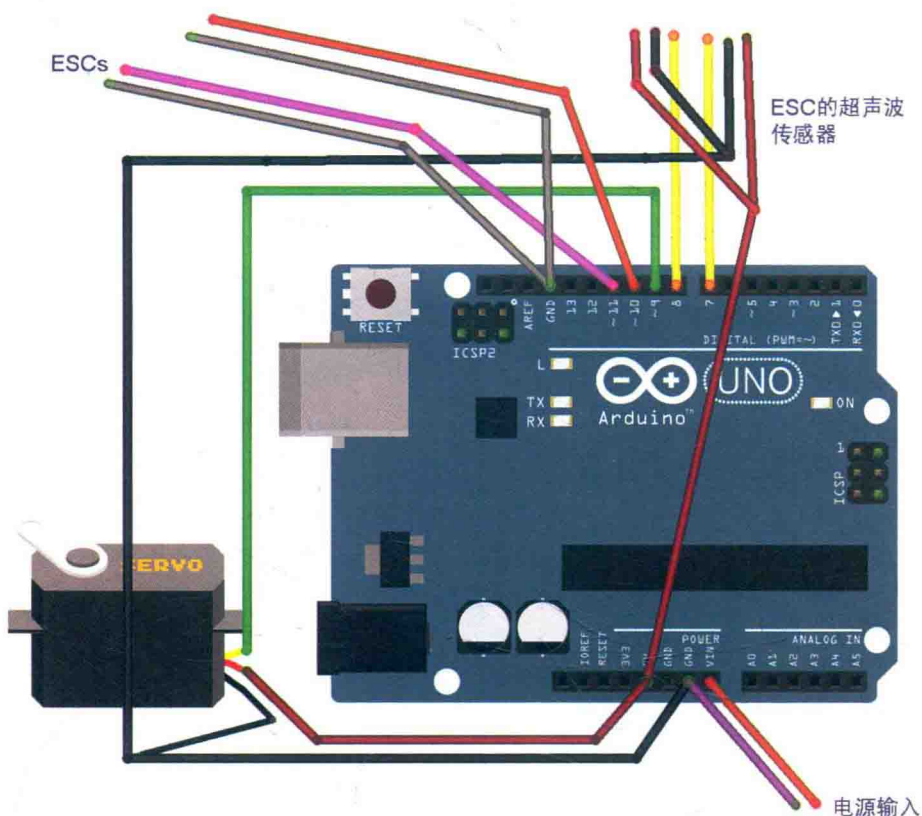

图 7.22 用 Arduino 代替接收机
2. 拉出接收机，代之以 Arduino，接线如图 7.22 所示。